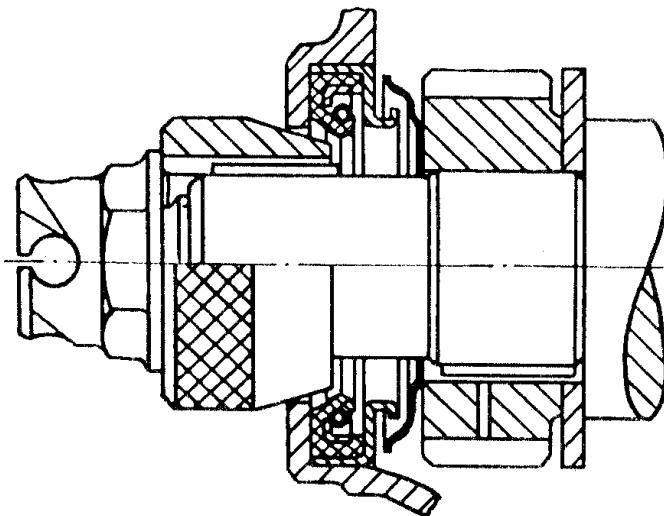

Рис.60. Центрирование переднего сальника коленчатого вала с помощью приспособления 5-У-27685
22. Надеть крышку распределительных шестерен на шпильки ее крепления, предварительно надев на них прокладку крышки. Крышка должна быть отцентрирована по переднему концу коленчатого вала при помощи специальной конусной оправки (рис.60). Надеть на передний конец коленчатого вала оправку, поджать крышку распределительных шестерен к блоку цилиндров при помощи храповика, предварительно застопорив коленчатый вал от проворачивания, и затянуть гайки крышки.